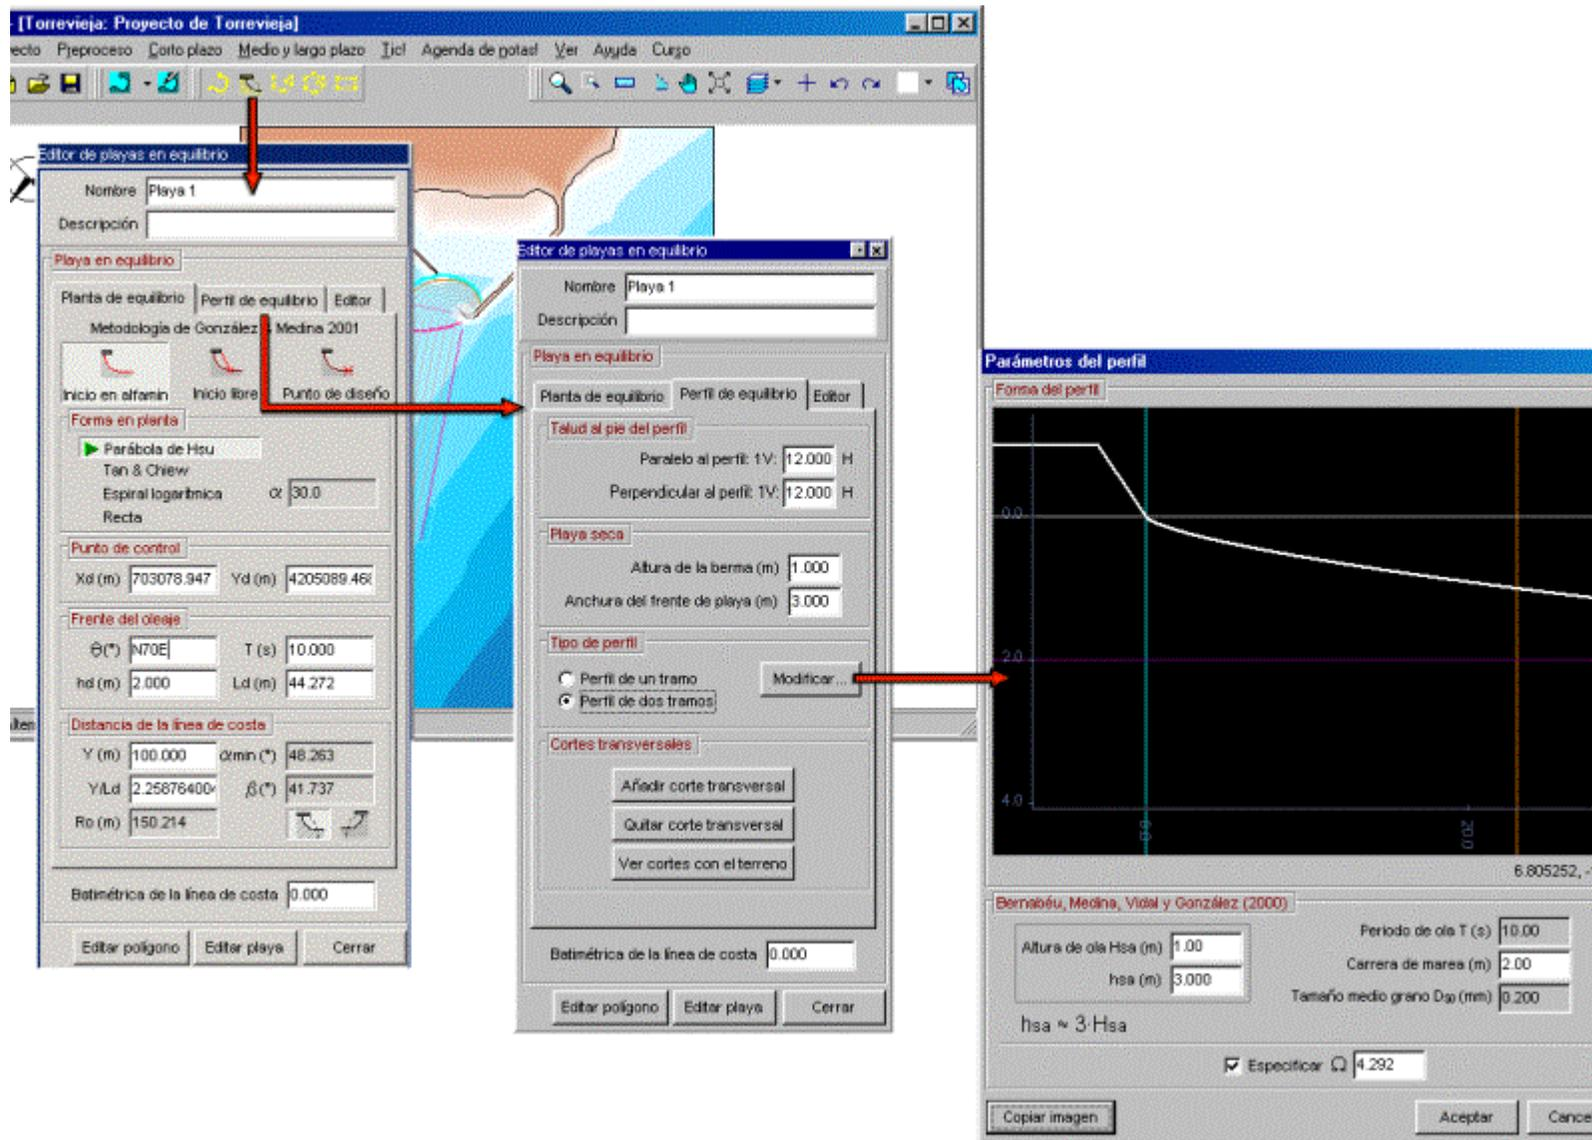

Figura 6.7. Editor de playa en equilibrio (planta/perfil)
Este editor permite acceder a un polígono cerrado, el cual contiene puntos (x, y, z) asociados a una playa en equilibrio estable. Se puede acceder a este editor de la siguiente forma: (1) creando un polígono de playa desde la barra de menú (Medio y Largo Plazo|Perfil/Planta de Equilibrio); (2) creando una playa desde los botones gráficos (ver figura 6.7); y (3) editando un polígono de una playa ya creada desde el editor del plano de trabajo. Cuando se crea una playa al igual que cualquier otro polígono o línea de costa, es necesario generarla gráficamente sobre el plano base, el manejo detallado de las herramientas gráficas se describe en la sección 6.9.
- Tipo de perfil: esta sección permite seleccionar el tipo de perfil de equilibrio, en este caso tenemos dos tipos de perfiles, de un tramo y de dos tramos (ver figura 6.7):